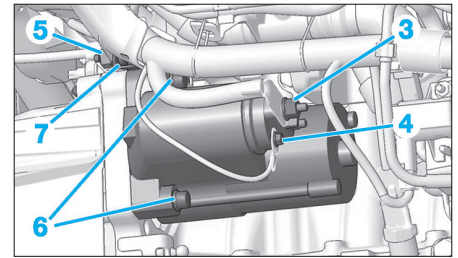

Fig. 11
- les écrous (3) et (4) (Fig.11),
- écarter le faisceau (7) électrique du démarreur.
- Déposer les deux vis (6) de fixation puis le démarreur.